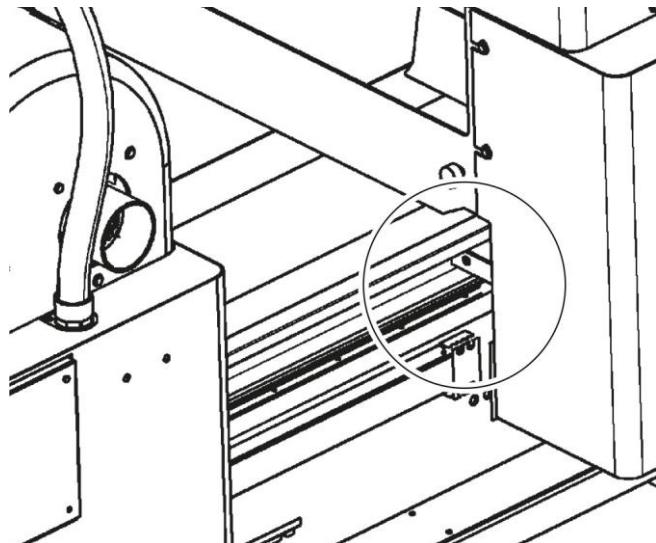

Fig. 09-02
- **Semanalmente:** Limpar as aparas da parte superior do leito da máquina (por exemplo, com um tubo de aspiração) para evitar que se acumulem perto da cabeça fixa (**Fig. 09-02**) durante fase de aproximação da cabeça móvel, o que também criaria problemas durante a fase de colocação em zero da máquina.